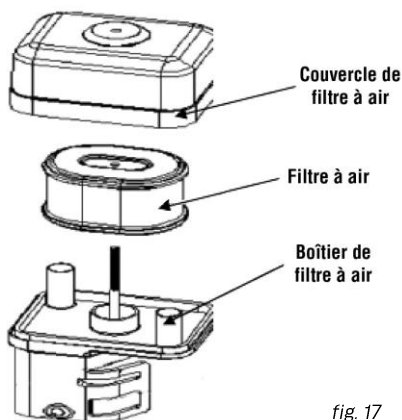

fig. 17
1. Déposez le filtre à air du couvercle extérieur conformément (fig. 17). Ne laissez pas la saleté et les débris tomber dans l'ensemble du filtre à air.